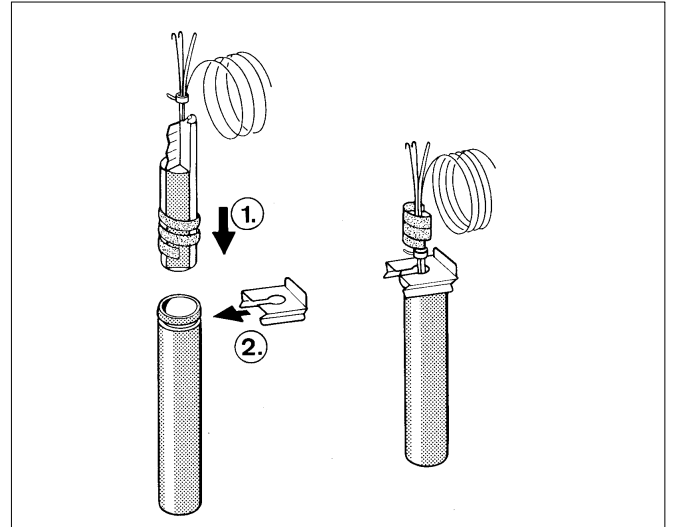

Fig. 4 Schemă de principiu
- La introducerea în teacă, spirala de material plastic – pentru menținerea pieselor senzorului în pachet – alunecă automat înapoi (Fig. 4).
Pentru asigurarea contactului între teacă și suprafețele senzorului, în vederea realizării unui transfer termic sigur, arcul de compensare, trebuie să fie introdus între elementele senzorului (Fig. 4).
- Siguranța pentru blocarea senzorului în teacă se aplică din lateral sau de sus prin apăsare pe capătul tecii (Fig. 4).